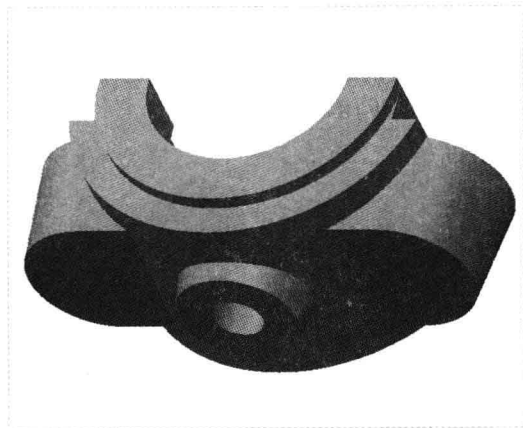

图 18-86 创建孔特征 1
Step 04 在“孔”选项卡中，设置孔的直径值为 10，设置钻孔方式为“穿透”，单击“应用并保存在工具中所做的所有更改，然后关闭工具操控板”按钮，完成孔特征的创建，如图 18-86 所示。